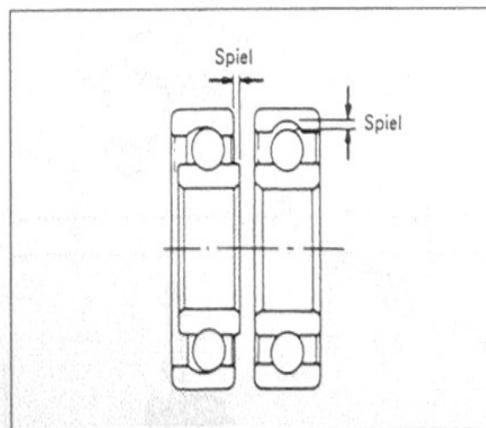

Bild 165
-  Lager auf geräuschlosen und spielfreien Lauf prüfen (Bild 165). Dazu Innenlaufringe der Lager mit Finger drehen. Lager müssen leicht und geräuschlos laufen. Festsitz des Lagerausseringens in der Kurbelgehäuse-Bohrung prüfen.